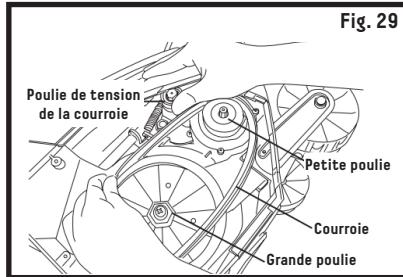

Fig. 29
- Pour installer la nouvelle courroie, levez la poulie de tension de la courroie et enroulez la nouvelle courroie sur la petite poulie en l'inclinant. Enroulez ensuite la courroie sur le dessus de la grande poulie en faisant tourner la grande poulie dans le sens horaire à mesure que la courroie se pose fermement le haut de la grande poulie (fig. 29).